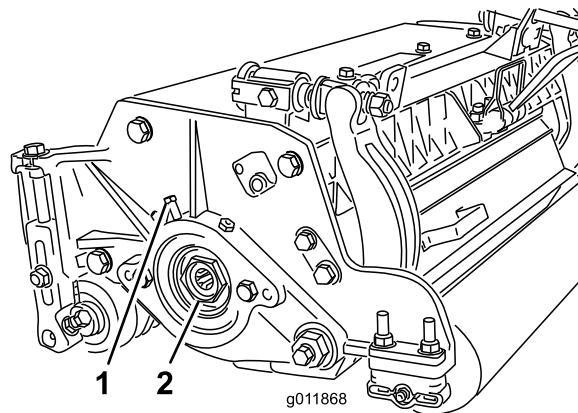

Figure 27
- A. Desserrez la vis extérieure qui fixe l'écrou de réglage au logement de roulement situé sur le côté gauche du plateau de coupe (Figure 27).